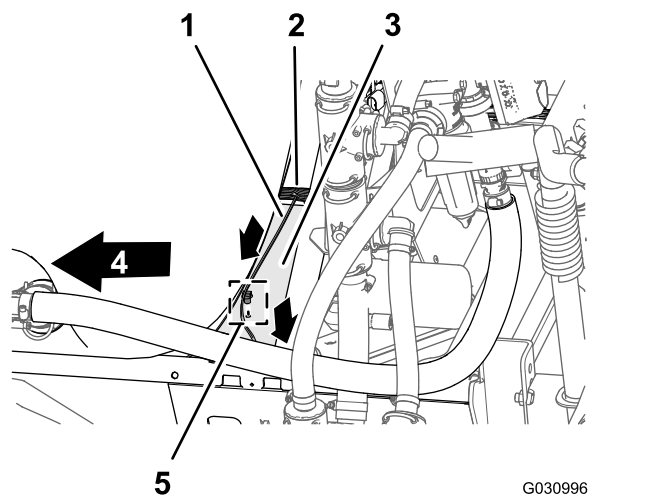

図 100
1. スプレーポンプのソレノイド用の 86cm の枝線を、機体のフレームチャンネル部材の上を横断させ、そこから下がってポンプソレノイドへ配設する 図 100。
2. 86cm の枝線の押し込み型のファスナを、機体フレームのチャンネル部材の穴に差し込む 図 100。